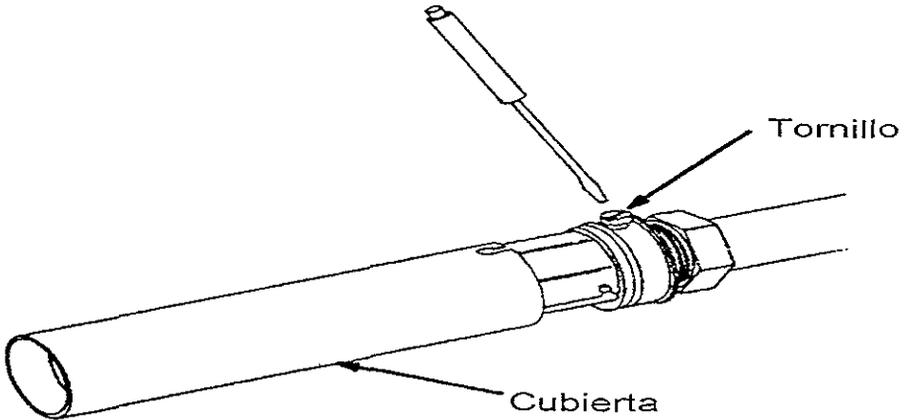

Figura No.6 Cabezal de impresión
3.- Utilice un desatornillador para aflojar el tornillo en el cabezal de impresión, luego corra el chasis del cabezal de impresión fuera de cubierta. (Figura No. 6)